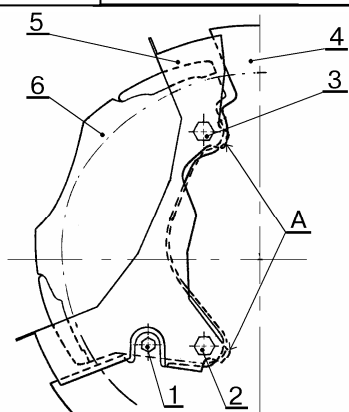

Рис.3 Детали переднего тормоза
2.4 Отвернуть болт 1, рис.3, крепления тормозного щита 4 к суппорту (головка сменная 10, гайковерт).
2.12 Установить и закрепить к поворотному кулаку защитный кожух 5, рис.3, суппорт 6 тормоза с колодками в последовательности, обратной снятию. Момент затягивания болтов 2 и 3 от 50 до 60 Н.м (от 5,0 до 6,0 кгс.м) (инструмент по пп.2.4 и 2.5, ключ моментный).